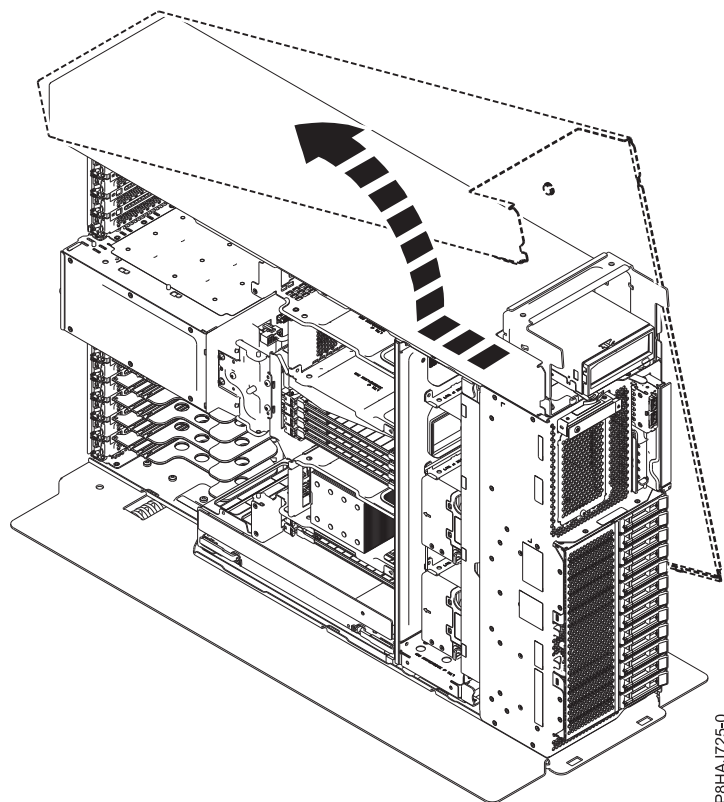

Figura 18. Remover a tampa lateral de 8286-41A
5. Deslize a tampa lateral para fora do sistema na direcção demonstrada em Figura 18.